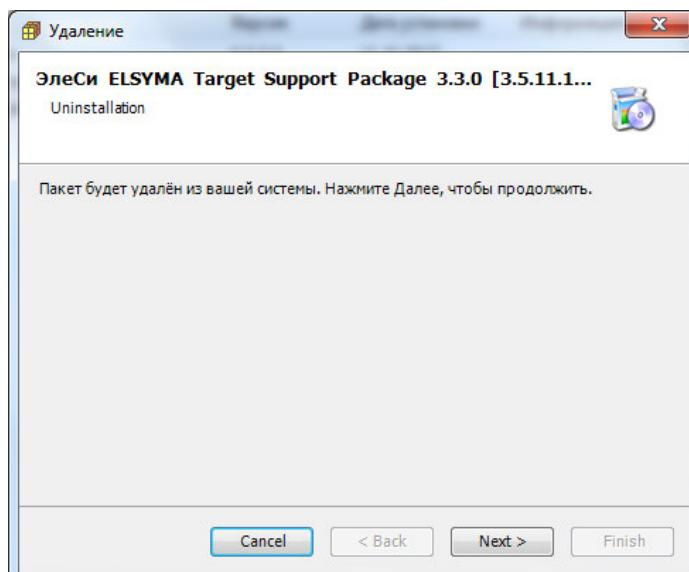

Рисунок 2.5 – Система разработки *CoDeSys*. Окно *Удаление*
- 3) В появившемся окне **Удаление** нажать кнопку «Next>» (рисунок 2.5), затем следовать указаниям системы (далее рекомендуется выбрать вариант типичной установки).